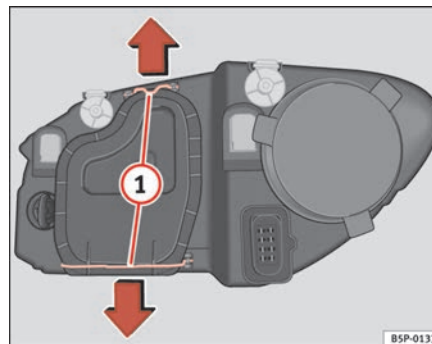

Abb. 184 Abblendlicht
- Die Streben ⇒ Seite 262, Abb. 184 ① in Pfeilrichtung verschieben und den Deckel abnehmen.